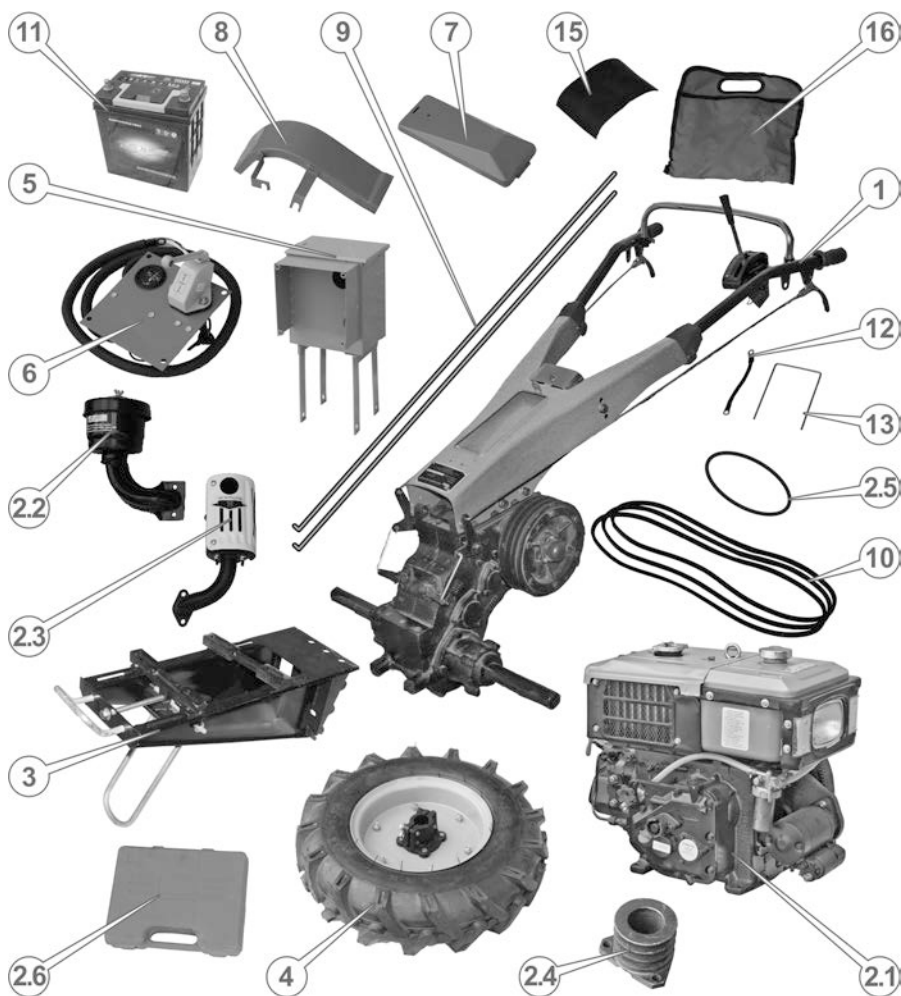
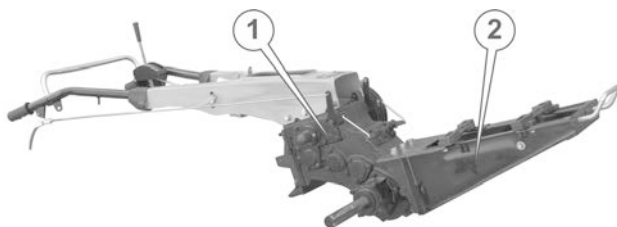

Рис. 2.2.
Рис. 4.2.
3. Подсоединить раму мотоблока (2) (см. рис. 4.2.) к редуктору (1) с помощью 3-х болтов М16 и 2-х болтов М12, используя плоские и разрезные шайбы соответствующего диаметра из сумки с крепежом (см. рис. 2.2.).